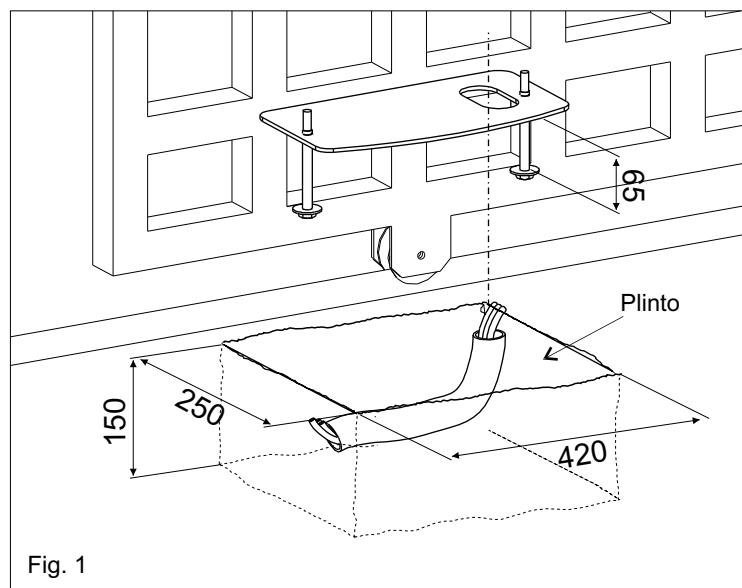

Fig. 1
2.1. Disponer en base a las medidas que estan en la Fig. 1 una plataforma de cemento al interno en la cual sera pegada la placa de fundacion y las tuercas de fundacion.
NB: Es oportuno, cuando la estructura de la cancela lo permita, levantar la placa del nivel del piso de al menos 50 mm para evitar eventuales estancamientos de agua (Fig. 1).